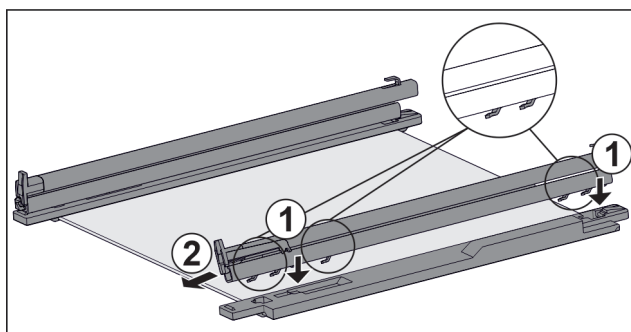

Fig. 227 Skleněná deska s kolejničkami a přídržnými díly
- ▶ Nasadte háčky kolejničky na otvory **levého** přídržného dílu. Fig. 227 (1)
- ▶ Vytáhněte kolejničku dopředu. Fig. 227 (2)
- ▶ Nasadte háčky kolejničky na otvory **pravého** přídržného dílu. Fig. 227 (1)